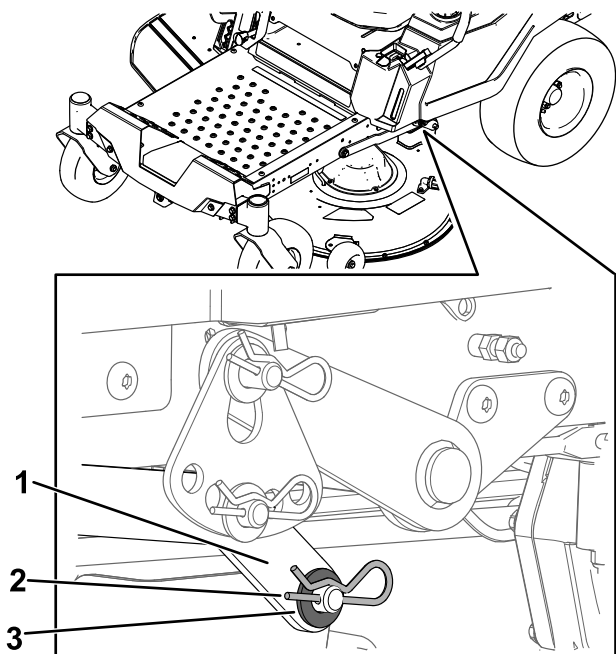

Figura 71
6. En un lado de la máquina, retire la arandela y la chaveta del pasador de la carcasa (Figura 71).
de elevación en el pasador de la carcasa (Figura 71).
6. Instale el brazo de elevación usando la arandela y la chaveta (Figura 71).